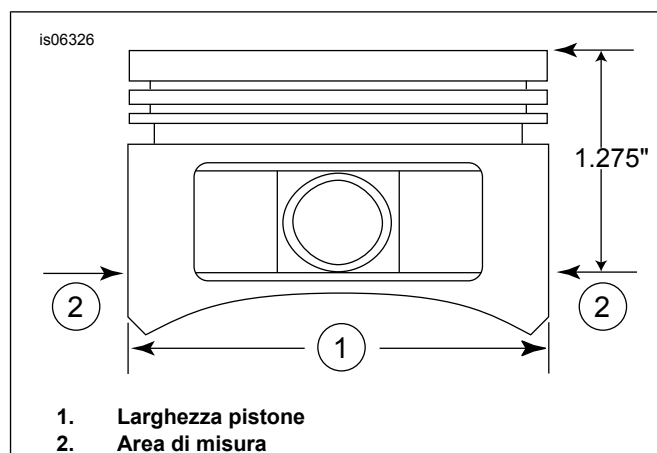

Figura 2. Misure pistone
5. Vedere Figura 2 Misurare la larghezza del pistone (1), 90 gradi orizzontalmente da entrambi i lati dei fori per perno del pistone e (1,275 in) 32,385 mm verso il basso dalla superficie superiore del pistone (2). Per l'accoppiamento cilindro-pistone in questo punto, vedere Tabella 11.